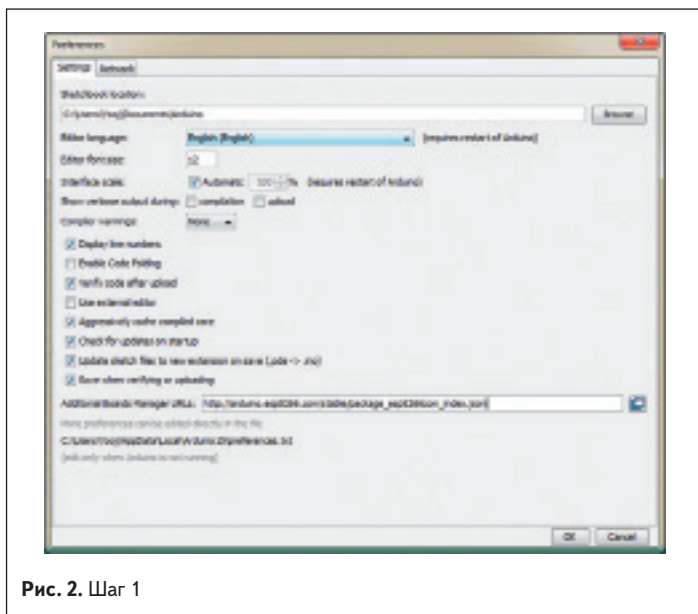

Рис. 2. Шаг 1
- Нажмите **File** → **Preferences** и на вкладке **Settings** найдите строку «Additional Board Manager URLs» (рис. 2). В этой строке необходимо прописать адрес: http://arduino.esp8266.com/stable/package_esp8266com_index.json.